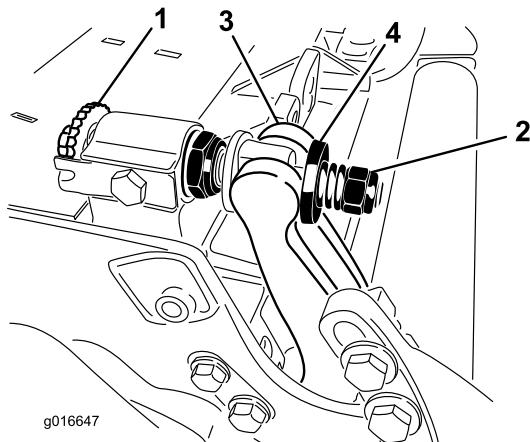

Figure 30
- Tournez les vis de réglage de la barre d'appui dans le sens antihoraire pour éloigner la contre-lame du cylindre (Figure 30).
- Faites sortir l'écrou de tension du ressort jusqu'à ce que la rondelle ne soit plus tendue contre la barre d'appui (Figure 30).